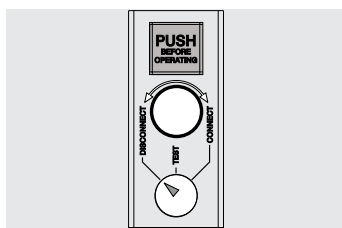

Figura 64
- interruptor en posición de extraído (véase Figura 64).